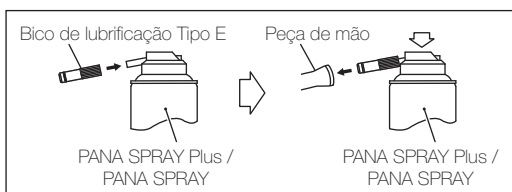

Fig. 5
■ PANA SPRAY Plus / PANA SPRAY (Fig. 5)